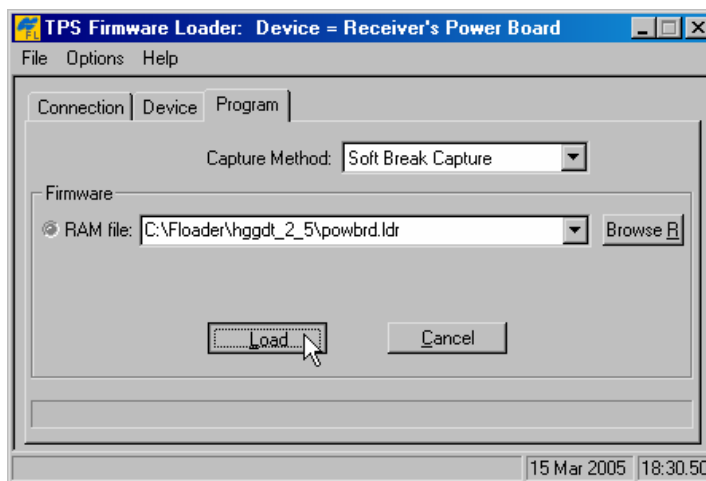

Рисунок 5-22. Вкладка Program
6. Выберите вкладку *Program (Программа)* и выберите значение *Soft Break Capture* для поля *Capture Method*, см. рис. 5-22.
7. Выберите файл для ОЗУ платы питания см. рис. 5-22.